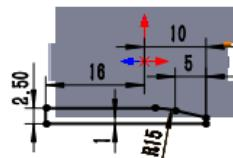

图 14.4.22 横断面草图
② 定义横断面草图。在草图环境中绘制图 14.4.22 所示的横断面草图。
(3) 定义切除深度属性。在“切除—拉伸”对话框 **方向1** 区域的 **下拉列表** 中选择 **给定深度** 选项，选中 **与厚度相等(L)** 复选框与 **正交切除(N)** 复选框。其他选择默认设置值。
(4) 单击 **确定** 按钮，完成切除—拉伸 3 的创建。